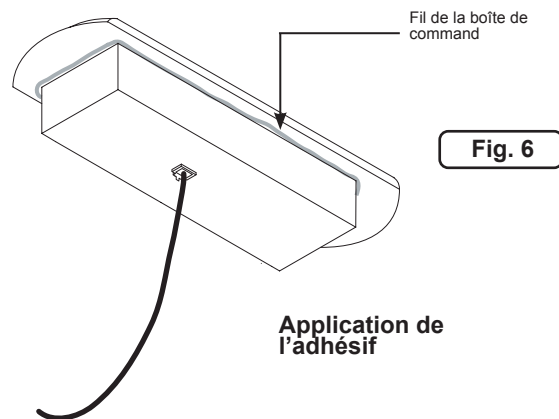

Fig. 6
2. Appliquez une petite quantité d'adhésif autour de la base du panneau de commande (Figure 6).